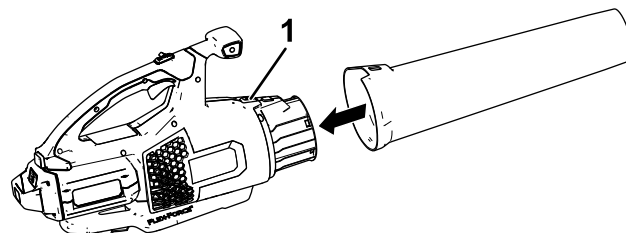

Figure 2
Glissez le tube du souffleur sur le carter du souffleur. Vous devrez éventuellement appuyer sur le verrou du tube du souffleur pour le bloquer en position (Figure 2).
3. Tenez la batterie par la poignée et poussez-la dans la poignée de l'outil jusqu'à ce que le verrou s'enclenche en position (Figure 2).